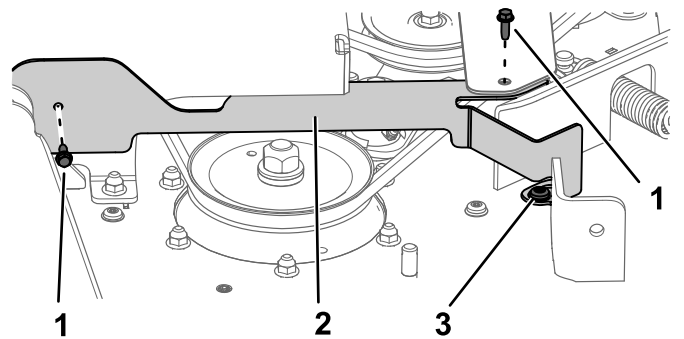

Bild 32
2. Entfernen Sie auf der rechten Seite der Maschine die Flanschkopfschrauben (1/4" x 3/4") und lösen Sie die Ansatzschraube (Bild 32). Entfernen Sie die Schutzabdeckung.